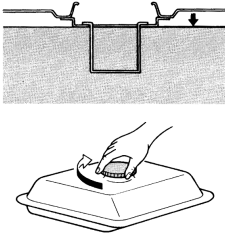

Рис.6
- Якщо рівень палива надто низький, заправте генератор неетилкованим бензином(Рис.6).